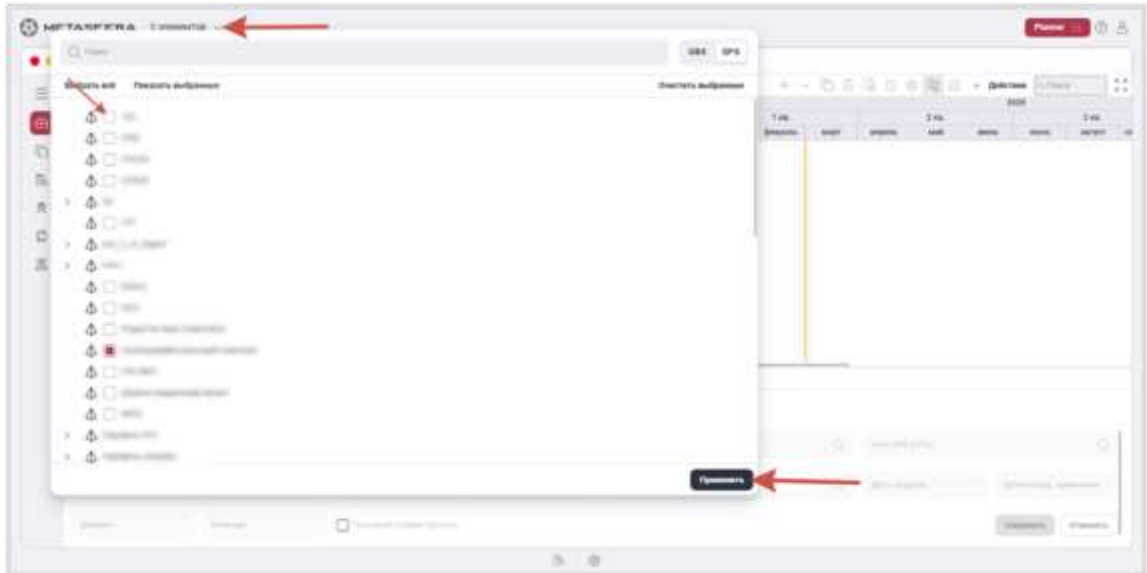

Рисунок 21. Выбор проекта
2. Открыть структуру проектов (EPS) – для этого необходимо одним щелчком левой кнопки мыши нажать на выбор элементов и выведется выпадающее меню в левой верхней части экрана (см. Рисунок 21);